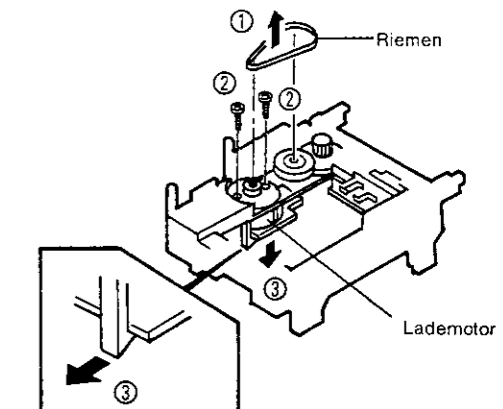

Abb. 5
**3. Entfernen des Lademotors (Abb. 5)**
- ① Entfernen Sie den Riemen
- ② Entfernen Sie die zwei Schrauben, die den Lademotor befestigen.
- ③ Entfernen Sie den Mechanismus-Basisstopper, der den Lademotor befestigt.